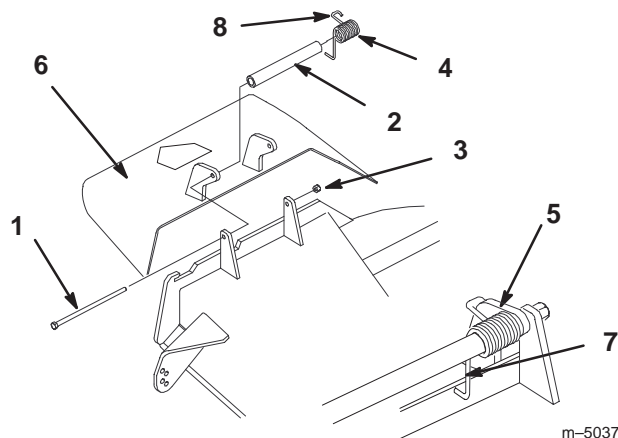

Figure 71
1. Retirez le contre-écrou, le boulon, le ressort et l'entretoise qui fixent le déflecteur aux supports de pivot (Fig. 71). Enlevez le déflecteur s'il est endommagé ou usé.
Note: prenez soin de placer l'extrémité en **L** du ressort derrière le bord du plateau avant de mettre le boulon en place, comme indiqué à la Figure 71.
3. Remettez le boulon et l'écrou. Accrochez l'extrémité crochue en **J** du ressort au déflecteur d'herbe (Fig. 71).